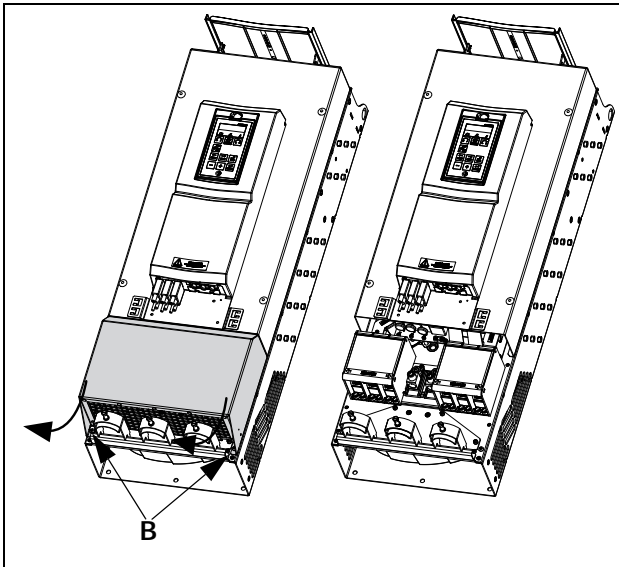

Fig. 36 Desserrer les deux vis et retirer le panneau inférieur (schéma de principe).
- Desserrer les deux vis B (voir fig. 36).